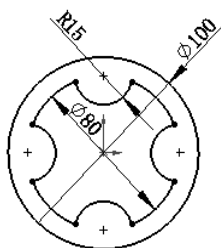

图 2.11.3 草图
Step 2 绘制草图。在草图环境下绘制图 2.11.3 所示的草图。